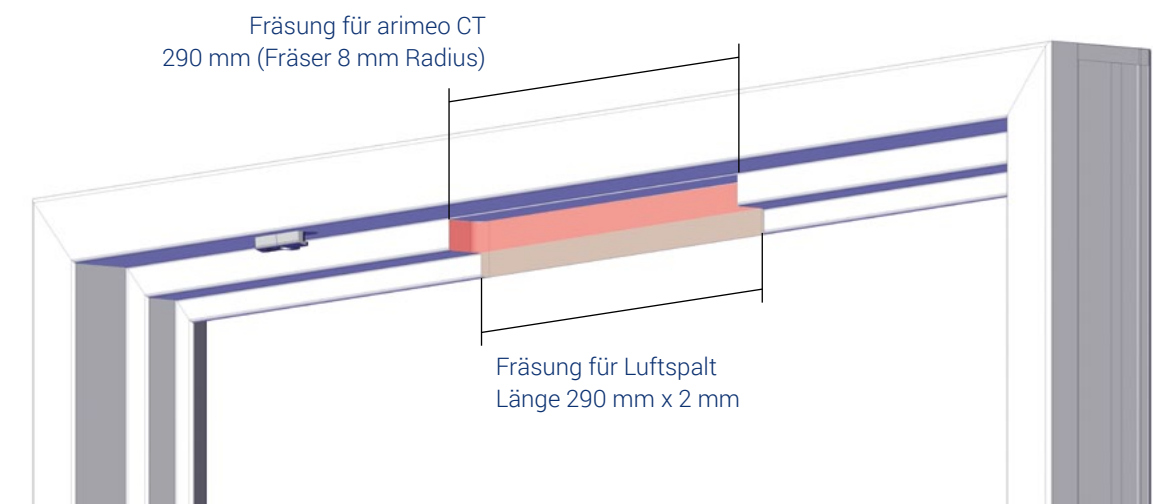

Abbildung 1: Fräsung
2. Fräsen Sie den oberen Blendrahmen bzw. Kämpfer an den für arimeo vorgesehenen Positionen aus. Hierdurch entsteht sowohl der Einbauraum für arimeo als auch der äußere Luftführungspalt (2 mm). Abbildung 1 zeigt exemplarisch die Maße für die Einbauvariante SINGLE.